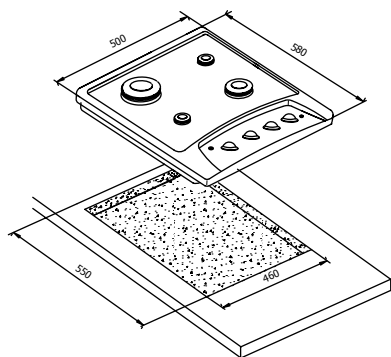

Figure 5
*Pour faire l'encastrement, il est nécessaire de pratiquer une découpe avec les dimensions indiquées dans les figures 5 et 6 en tenant compte :*